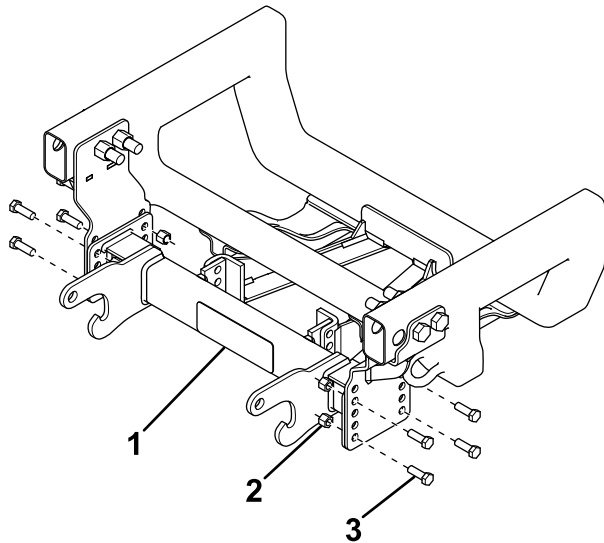

Bild 3
7. Befestigen Sie den Schubrahmen mit acht Schrauben (1/2") und acht Muttern an den Seitenhalterungen (Bild 3).